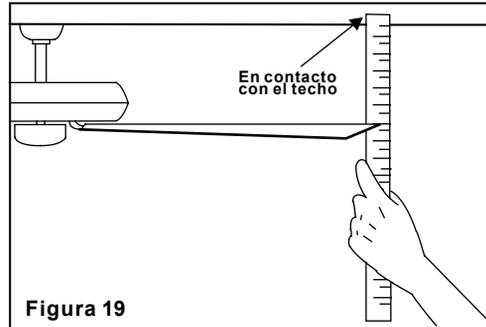

Figura 19
2. La mayoría de los problemas de oscilación se originan cuando los niveles de las aspas son desiguales. Revisar esté nivel por medio de seleccionar un punto del techo por encima de la punta de una de las aspas. Medir esta distancia como se muestra en la Figura 19. Rotar el ventilador hasta que la siguiente aspa esté ubicada para medición. procedimiento para cada aspa. Las medi repetir el das hacer fucional deben mantenerse dentro de 1/8 pulgadas (3mm). el ventilador durante 10 minutos.